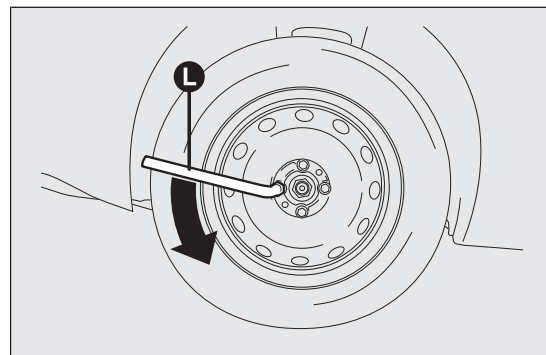

fig. 126
- ☐ aflojar una vuelta los pernos de fijación, utilizando la llave en dotación L fig. 126; para vehículos con llantas de aleación, mover el vehículo para facilitar la separación de la llanta del tapacubos de la rueda;